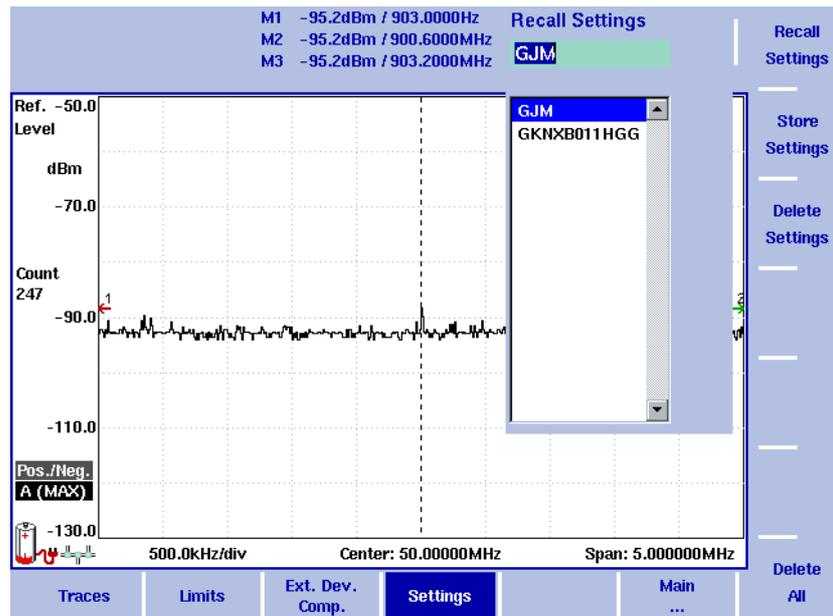

Figura 11 Menú de recuperación de parámetros
- 3 Pulse **Store Settings**. Aparecerá un campo de entrada de datos (vea la Figura 11).